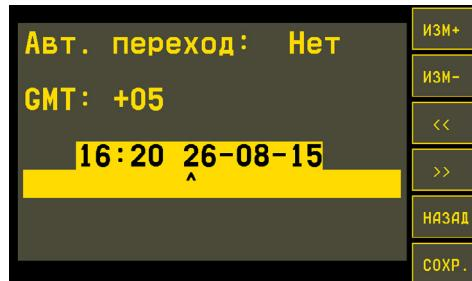

Рис.25. Настройка текущего времени.
- Для изменения текущего времени и даты необходимо нажать кнопку «Еще +» – станут доступны дополнительные кнопки (Рис.25). Далее необходимо выбрать позицию для изменения при помощи кнопок «>>» и «<<», затем, используя кнопки «Изм+» и «Изм-» выбрать значение выбранной позиции. После установки времени и даты необходимо нажать кнопку «Назад» для того, чтобы выйти из режима редактирования времени и даты.